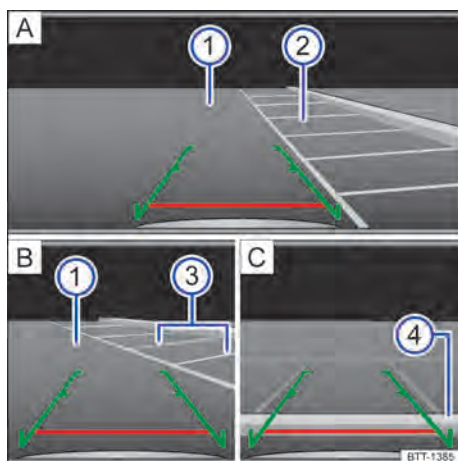

Fig. 103 Exibição do display do sistema de rádio: estacionar com a câmera de marcha a ré.
Legenda para Fig. 103:
- Posicionar o veículo na frente da vaga de estacionamento → Fig. 103 ② **A**.
- Conduzir para trás lentamente e manobrar de modo que as guias verdes laterais conduzam entre as linhas de delimitação da vaga de estacionamento delimitada ② **A**.
- Alinhar o veículo na vaga de estacionamento selecionada de modo que as guias verdes laterais fiquem em cima das linhas de limitação lateral ③ **B**.
- Parar o veículo, quando a linha vermelha atingir a limitação traseira ④ **C**. >